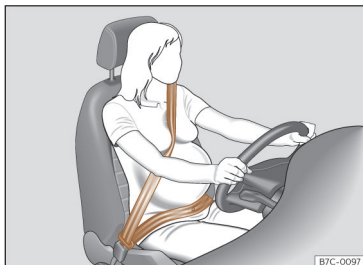

Fig. 22 Ajustement recommandé de la sangle de ceinture de sécurité pour les femmes enceintes.
Dans le cas des **femmes enceintes**, la ceinture de sécurité doit passer de manière uniforme sur le buste et à plat le plus bas possible devant le bassin pour ne pas faire pression sur le ventre ; en outre, elle doit être utilisée pendant toute la grossesse >>> fig. 22.
- Dans le cas des femmes enceintes, la sangle sous-abdominale de la ceinture de sécurité doit passer le plus bas possible devant le bassin, à plat et « en contournant » le ventre >>> fig. 22.